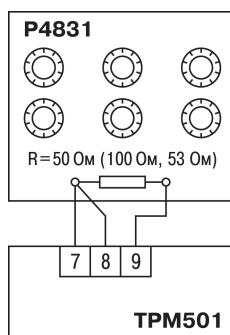

Рисунок 8.1 – Схема подключения
1. Подключить ко входу (клещмы 7 – 9, см. рисунок 8.1) прибора вместо датчика магазин сопротивлений типа Р4831 (или подобный ему с классом точности не ниже 0,05) по трехпроводной линии. Сопротивления проводов в линии должны быть равны друг другу и не превышать 15 Ом.